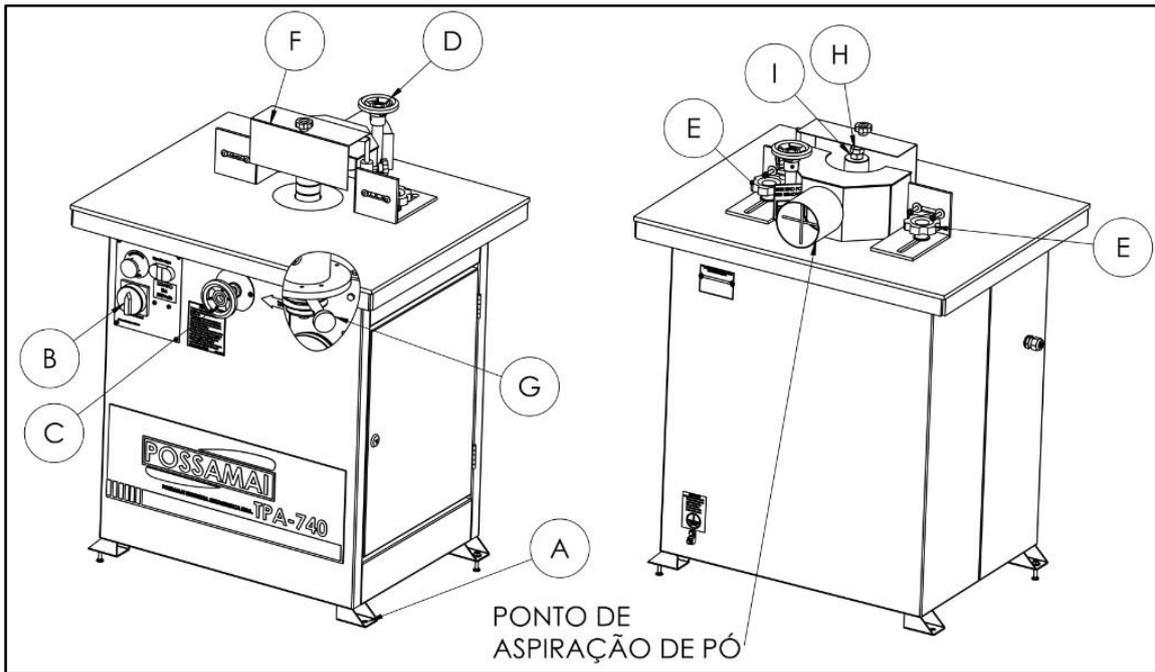

Figura 5: REGULAGEM DA MÁQUINA
Fixar a máquina em piso plano e rígido o suficiente para suportar a máquina, na mesma consta quatro pontos de fixação na parte inferior do gabinete, utilizar parabolt para fixar a máquina no piso (ver figura 5).
Para regulagem da máquina proceda da seguinte maneira: (ver figura 5)
- C) Verificar se a proteção de segurança esteja em seu devido lugar (ver figura 5 Proteções de segurança) não operar a máquina sem as proteções;